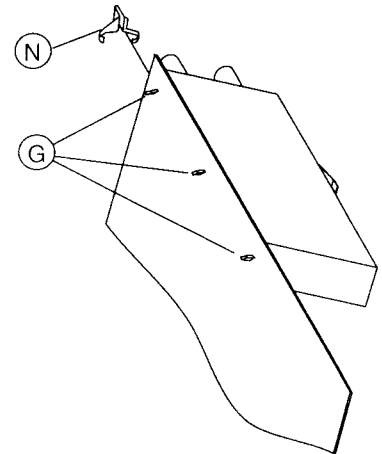

Fig. 6
- Vor dem Austausch der Chassisplatte Massfeder (N) (Fig. 6) entfernen und diese unbedingt am Austauschbaustein anbringen.
- Befestigungslaschen (G) lösen und Tuner/Modulator-Einheit auslösen (Fig. 6).